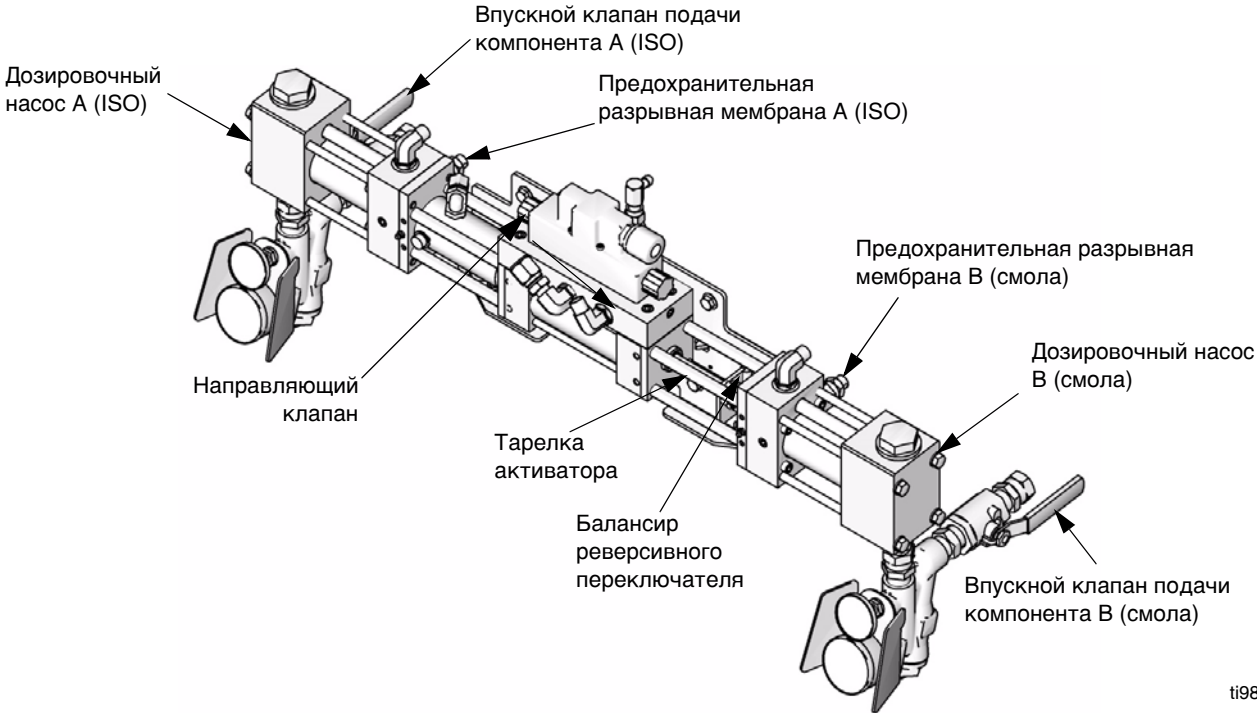

Рис. 1. Дозировочная система
1. Чтобы дозировочные насосы поменяли направление, тарелка активатора (219) должна касаться балансира для активации реверсивного переключателя (210). Проверьте, что не погнуты или не ослаблена затяжка тарелки активатора, балансира или реверсивного переключателя. Смотрите Рис. 1 на стр. 24 и детальный чертеж на стр. 56.
2. Проверьте функционирование направляющего распределителя. Световые индикаторы направления должны включаться и выключаться в зависимости от положения реверсивного переключателя (210). Светодиоды D19 и D20 (вблизи разъема J5 для переключателя реверсирования на плате электродвигателя) должны попеременно загораться в зависимости от положения реверсивного переключателя.